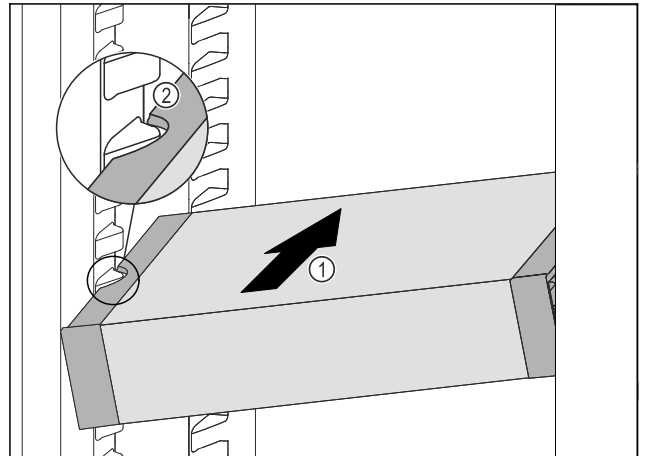

Fig. 71
- ▶ VarioSafe zasúvajte šikmo do chladničky Fig. 71 (1), kým sa bočné vybrania Fig. 71 (2) VarioSafe nebudú nachádzať vo výške rebra nádoby v chladničke.